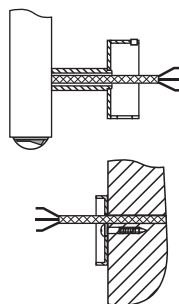

Рис. 10
3.9. Подготовить концы проводов для последующего соединения и зачистить их (рис. 10).